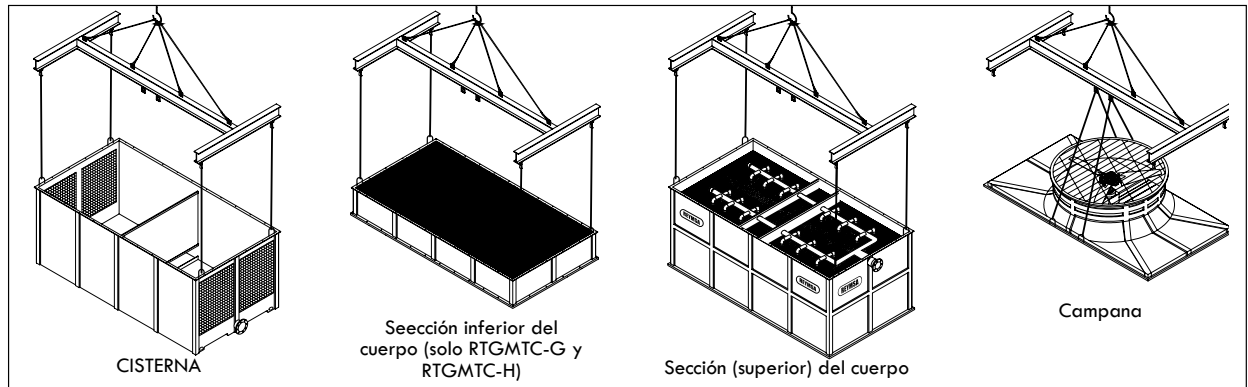

Figura A-107: Levantamiento con grúa de una torre modular (RTGMTC)
- C. Se recomienda un ángulo de levantamiento de al menos 60° entre la banda y la horizontal. La cisterna, cuerpo y campana de las torres vienen equipadas con argollas de izar en cada esquina en la parte superior para el levantamiento con grúa. Coloque las bandas a través de las argollas de izar (como se muestra en la figura A-107). No balancee hasta tensar las bandas.